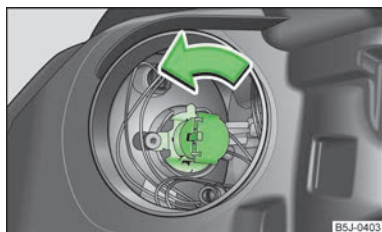

Fig. 149
- > Rotiți până la refuz conectorul împreună cu becul cu incandescență în sens anti-orar și extrageți-l » fig. 149.